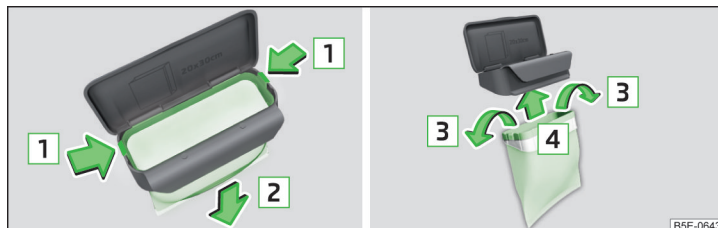

Fig. 116 Înlocuirea pungii
- Comprimați ambele elemente de fixare de pe cadru în sensul săgeții **1** » fig. 116.